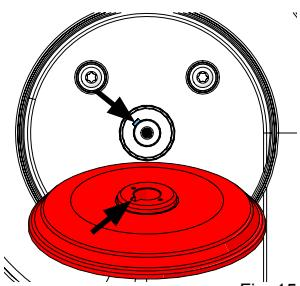

Fig. 15
- Mettre en place la bride de support neuve >>> tenir compte de l'enclenche (Fig. 15).